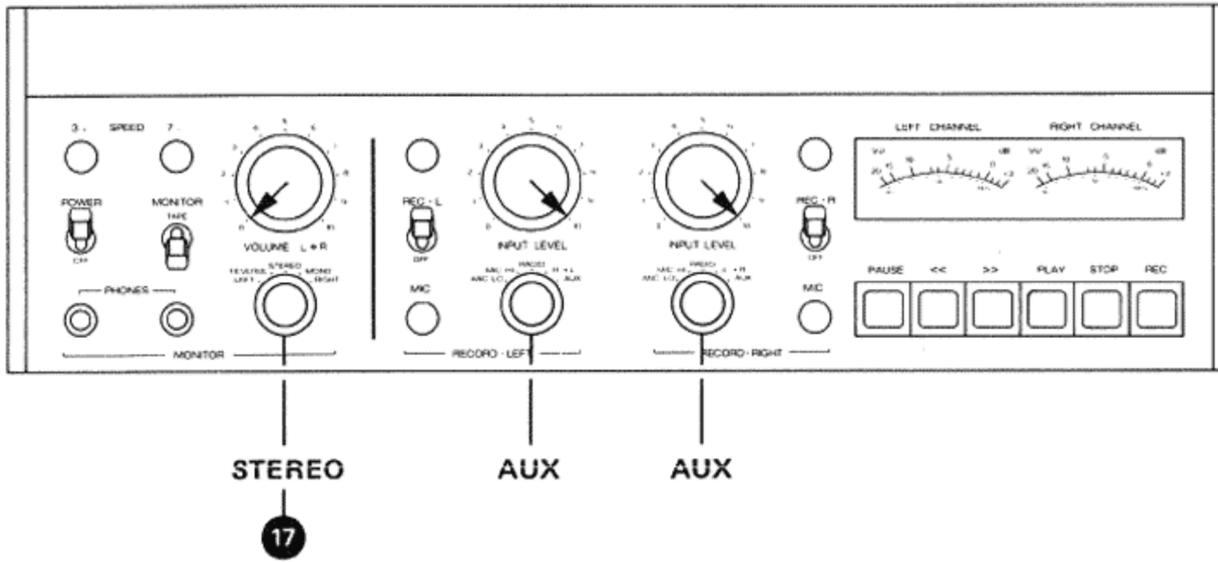

Fig. 6.4.-1
Toutes les valeurs mesurées à la sortie OUTPUT (51) au réglage maximum des potentiomètres LEVEL (50) (fig. 6.4.-1).
- Bedienungselemente nach Fig. 6.4.-1 einstellen.
- NF-Millivoltmeter an Ausgang OUTPUT (51) anschliessen (Regler LEVEL (50) voll geöffnet).
- NF-Generator an Anschluss AUX INPUT (48) parallel anschliessen. Generatorpegel bei 1000 Hz so einstellen, dass sich am NF-Millivoltmeter eine Spannung von 0,775 V einstellt. Für diese Spannung wird ein Eingangspegel von ca. 20 mV benötigt.